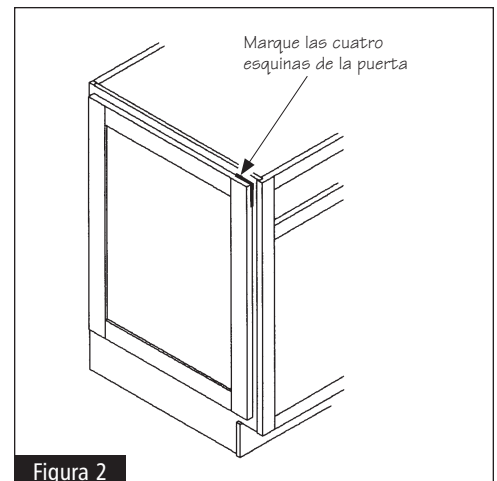

Figura 2
**2** Coloque el panel de la puerta en el lugar deseado. Con un lápiz, marque las cuatro esquinas de la puerta en el costado del gabinete. Vea la figura 2.